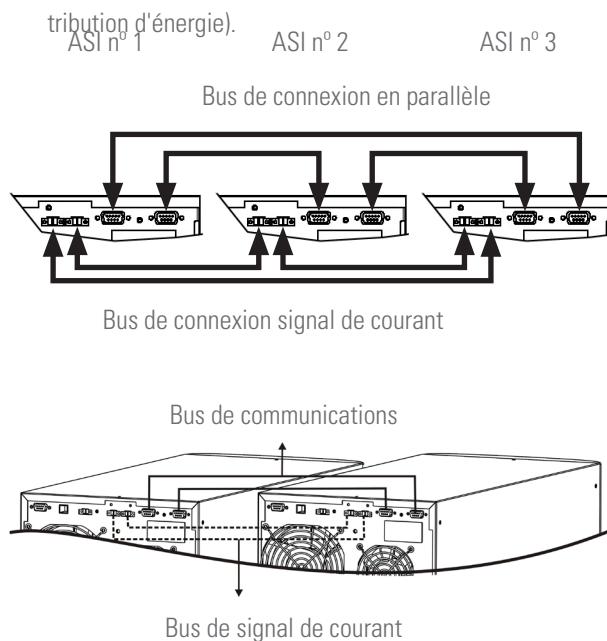

Fig. 22. Connexion bus de communication et signal de courant.
- La longueur du câble parallèle est de 1,5 mètres environ et il ne doit pas se prolonger sous aucun concept pour le risque d'interférences et défauts dans la communication que cela comporterait. Dans la Fig. 22 on représente une installation avec deux équipements en parallèle. Pour trois ASI opérez de la même manière pour fermer le bus de communications et celui de signal de courant.
- **Bus de connexion signal de courant.** Utilisez le tuyau à connecteurs dans les extrêmes pour lier les équipements et fermer le bus de courant au moyen de la liaison à travers des connecteurs deux équipements corrélatifs, tellement est montré dans la Fig. 22. Finalement, fermez le boucle du bus entre le dernier équipement et le premier.
La longueur du câble est de 1,5 mètres environ et il ne doit pas se prolonger sous aucun concept pour le risque d'interférences et défauts dans la communication que cela comporterait. Dans la Fig. 22 on représente une installation avec deux équipements en parallèle. Pour trois ASI opérez de la même manière pour fermer le bus de communications et celui de signal de courant.